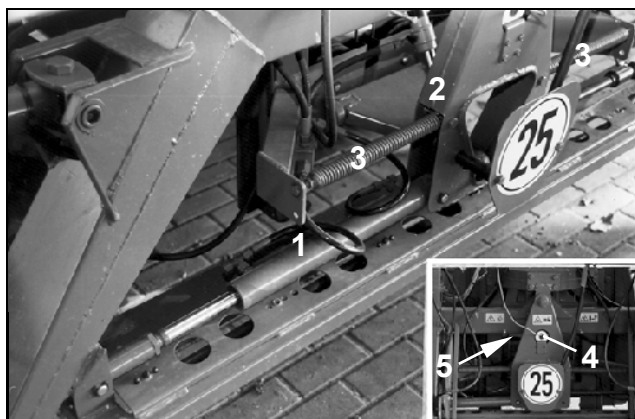
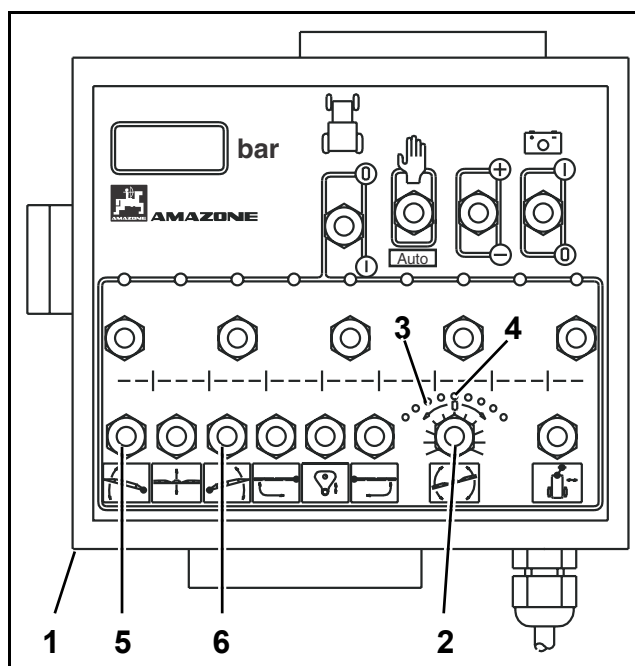

Fig. 8.76
Fig. 8.77
- En utilisant la touche (Fig. 8.77/2), alignez la rampe parallèle au châssis du pulvérisateur.
- Tournez manuellement le potentiomètre (Fig. 8.76/4) au niveau du rouleau autour duquel le fil (Fig. 8.76/5) est enroulé, jusqu'à ce que la diode centrale (Fig. 8.77/4) s'allume.